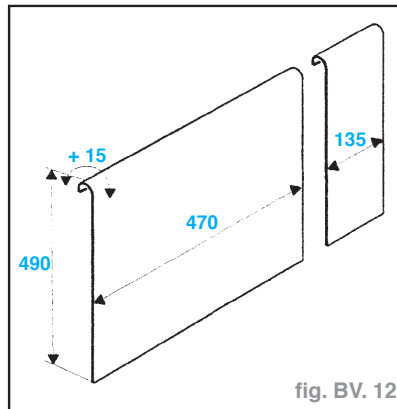

fig. BV. 12
- Protéger impérativement le radiateur avec un outil de fabrication locale défini ci-dessous (fig. BV. 12)